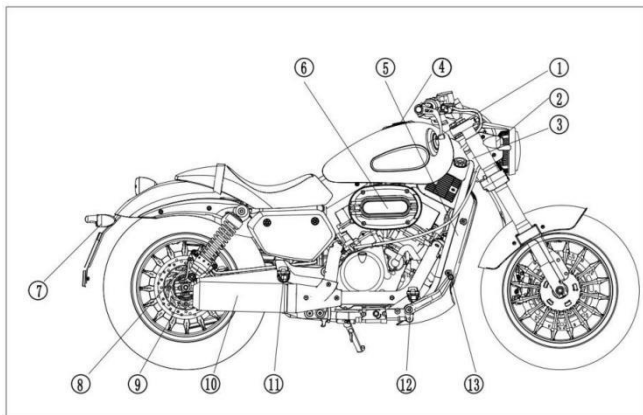
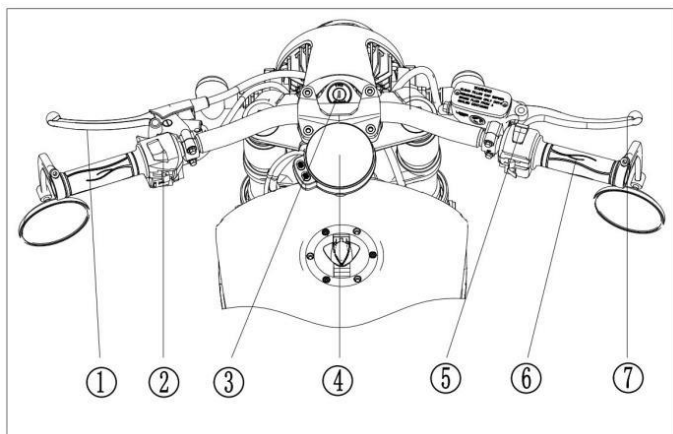

Abb.2
Abb.3
**2. (Abb.2)**
- ① Rückspiegel Rx
- ③ Blinker vorne Rx
- ③ VIN
- ④ Tankdeckel
- ⑤ Typenschild
- ⑥ Luftfilter
- ⑦ Blinker hinten Rx
- ⑧ Hintere Bremsklammer
- ⑨ Hinterradaufhängung
- ⑩ Auspufftopf
- ⑪ Pedal hinten Rx
- ⑫ Pedal vorne Rx
- ⑬ Bremspedal
**3. (Abb.3)**
- ① Kupplungshebel
- ② Linke Schalterkombination
- ③ Zündschalter
- ④ Armaturenbrett
- ⑤ Rechte Schalterkombination
- ⑥ Gasgriff
- ⑦ Vorderer Bremshebel